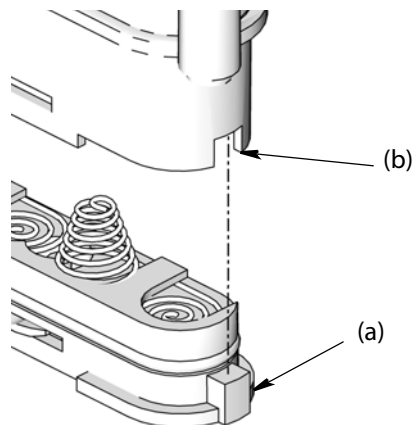

Рис. 38
4. Установите крышку на место. Крышка на батарейный отсек устанавливается только в одном положении. Выступ (a) на крышке вставляется в выемку (b) отсека. (Рис. 38).